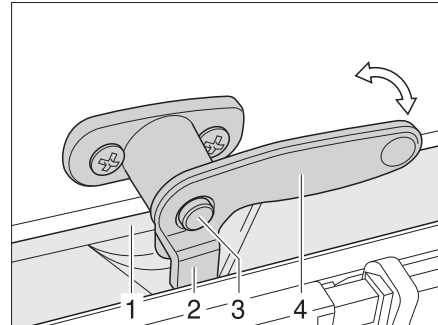

Bild 72 Låsspak med låsknapp i läget "stängd"
- Tryck på låsknappen (Bild 72,3) om sådan finns och håll den nedtryckt.